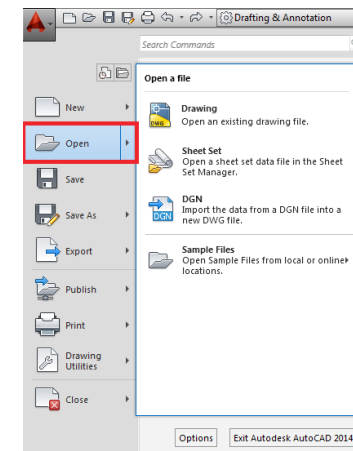

Рис. 5 Открытие существующего чертежа
- Пункт **Open (Открыть)** позволяет открыть уже существующий чертеж (**Drawing**) для редактирования (Рис. 5).